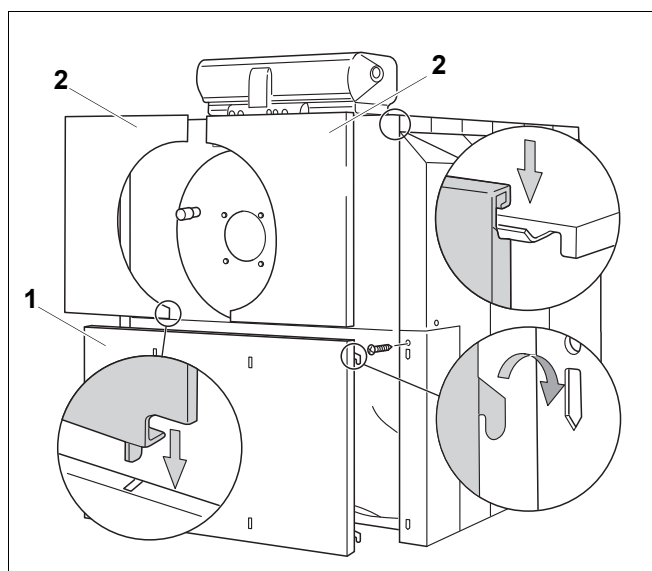

Рис. 24 Передние стенки
- Уложите теплоизоляцию в нижнюю переднюю стенку (рис. 24, **поз. 1**).
- Вставьте 4 крюка нижней передней стенки в шлицы отбортовки боковых стенок (рис. 24).
- Выступающие пластинки верхней передней стенки (рис. 24, **поз. 2**) вставьте в шлицы отбортовки нижней передней стенки и навесьте стенку сверху на отбортовку передней верхней крышки котла.